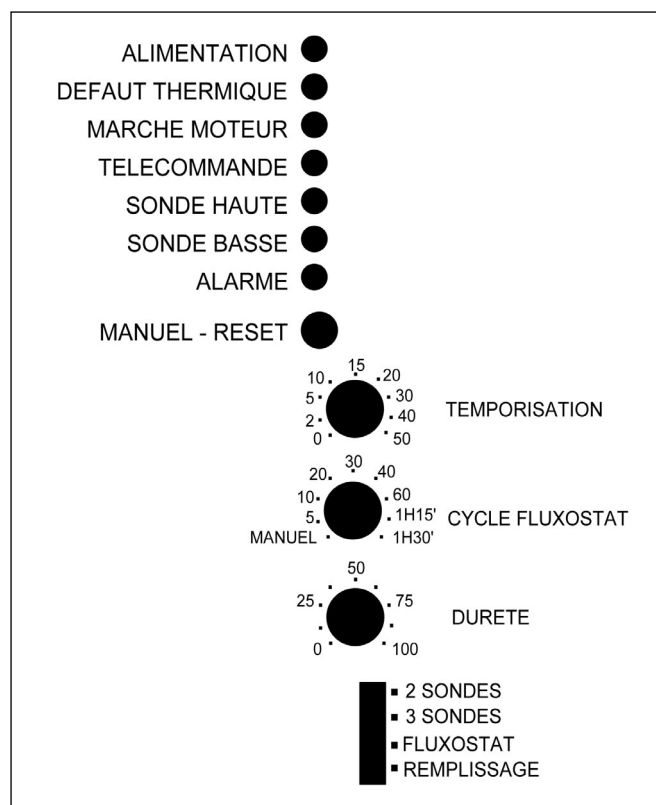

FIG. 2
Placer le commutateur «mode de fonctionnement» de la figure 2 sur «2 sondes».
Placer le commutateur «mode de fonctionnement» de la figure 2 sur «3 sondes».
- Tourner légèrement le potentiomètre de réglage de la figure 2 dans le sens horaire pour augmenter le temps de temporisation ou dans le sens anti-horaire pour le réduire.